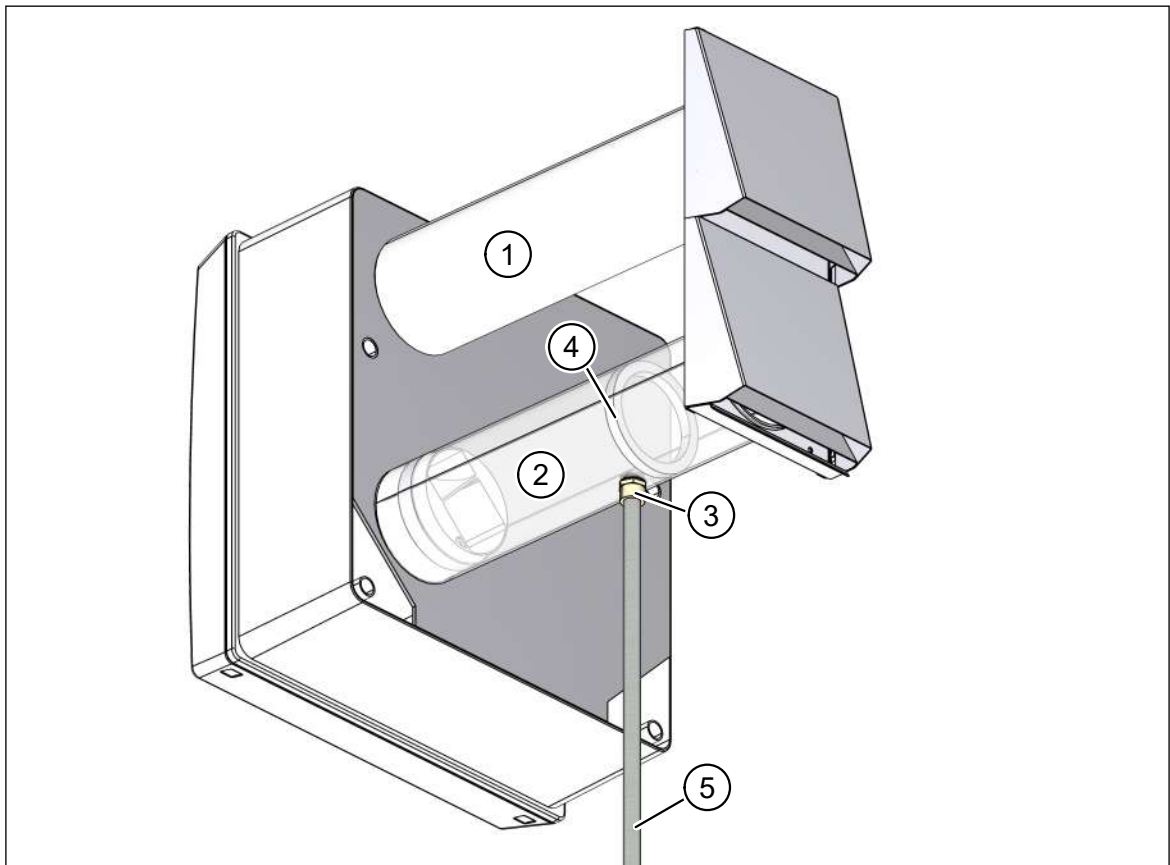

Abb. 17: Kondensatabführung am Fortluftrohr
- Außenluftrohr, DN 100, 0,5 m (Pos. 1 in Abb. 17)
- Fortluftrohr DN 100, 0,5 m (Pos. 2 in Abb. 17), mit 1/2“-Außengewindeanschluss (Pos. 3 in Abb. 17) und Barriere (Pos. 4 in Abb. 17) zum Rückhalten des Kondensats.
- Schützen Sie das Kondensatableitungsrohr (Pos. 5 in Abb. 17) in kalten Regionen vor Frost, z. B. durch Verlegung hinter der Fassadendämmung.